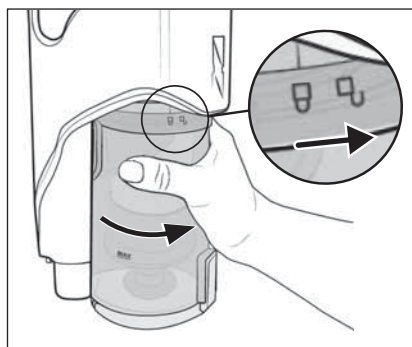

Fig. 25
- 8) Așezați recipientul de praf ❹ din nou în aparat și rotiți-l în direcția simbolului ❶ (închidere), până când se fixează în aparat (a se vedea fig. 25).